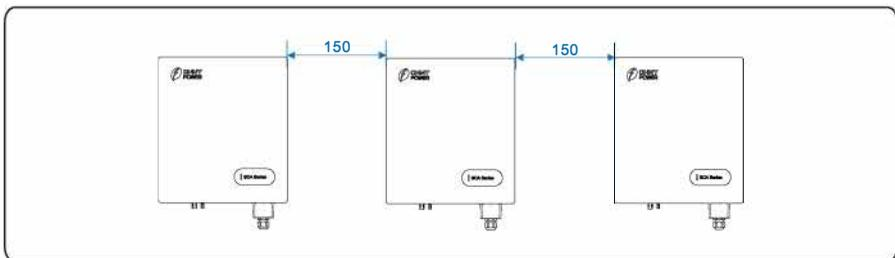
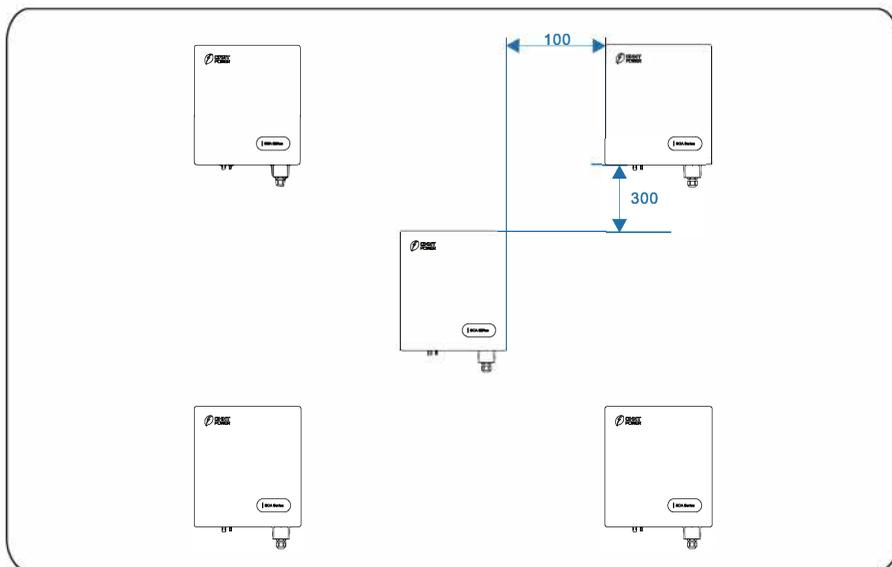

Figura 4.5 Instalação ao longo da mesma linha (unidade: mm)
Figura 4.6 Instalação no modo triangular (unidade: mm)
- e. Ao instalar vários inversores, instale-os ao longo da mesma linha (conforme mostrado na Figura 4.5) se houver espaço suficiente, e instale-os no modo triangular (conforme mostrado na Figura 4.6) ou empilhados (conforme mostrado na Figura 4.7) se não houver espaço suficiente. Os modos de instalação garantem espaço suficiente para a instalação e dissipação de calor.